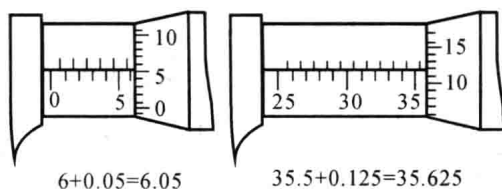

图 1-11 千分尺的读数方法
(1) 刻线原理。微测螺杆右端的螺纹螺距为 0.5mm, 当活动套管旋转一周时, 螺杆就沿轴线方向移动 0.5mm。活动套管圆锥面上共等分刻有 50 格, 当活动套管转动一格, 则螺杆移动 0.01mm。
(2) 读数方法。如图 1-11 所示。